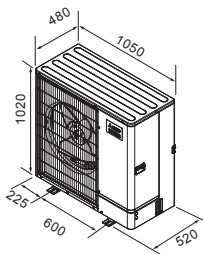

Fig. 2-1
2.2. Rozměry jednotky (vnější jednotka) (Fig. 2-1)